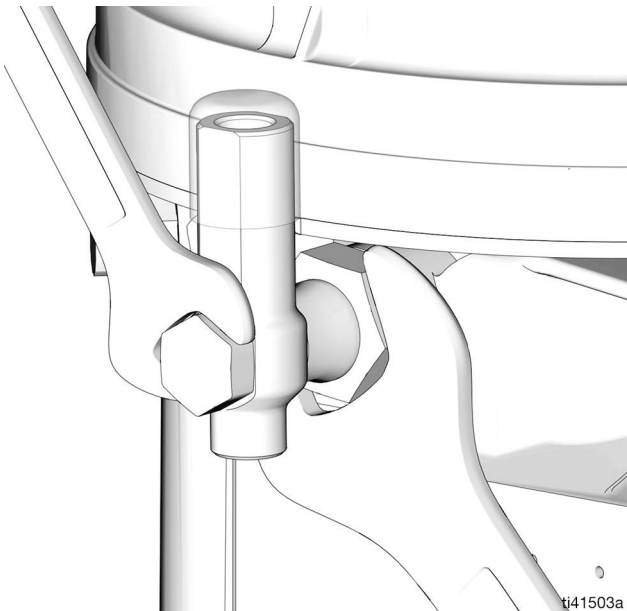

FIG. 21
1. Afloje el accesorio de conexión del elemento de la bomba utilizando dos llaves haciendo fuerza en direcciones opuestas (FIG. 21).
3. Apriete el accesorio de conexión del elemento de la bomba utilizando dos llaves haciendo fuerza en direcciones opuestas (consulte la FIG. 21).